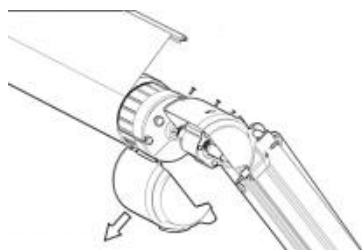
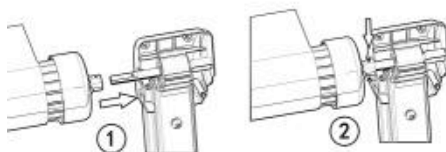
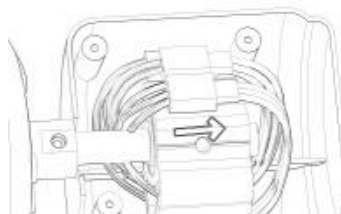

Figure C20
Figure C21
Figure C22
3.7 Open de sierkap aan de motorzijde van de inklapbare arm. (Afbeelding C20) Steek de motorzijde van de rolbuis van het zonnescherm in de bovenste beugel van de vouwarm en bevestig deze met M4*30 schroeven. (Afbeelding C21) Sluit de motorbedrading aan en plaats de sierkap terug. (Afbeelding C22)